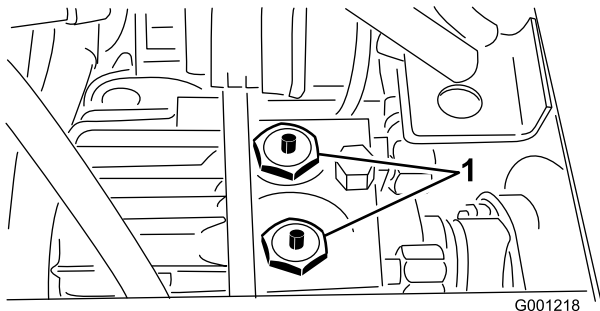

Bild 33
2. Beim Schieben oder Abschleppen der Maschine müssen die Stifte, die sich in der Mitte der zwei Sperrventile befinden, eingedrückt sein (Bild 33). In Bild 33 sind der Sitz und die Sitzbefestigungsplatte abgenommen.